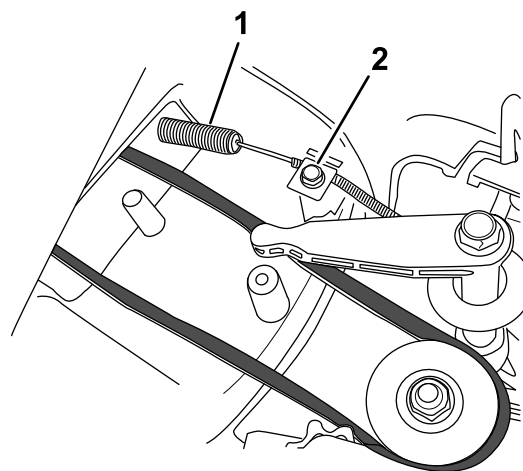

Figure 31
2. Montez le câble de frein de lame neuf, mais ne serrez pas le collier au sommet du carter de la tondeuse (**Figure 31**).